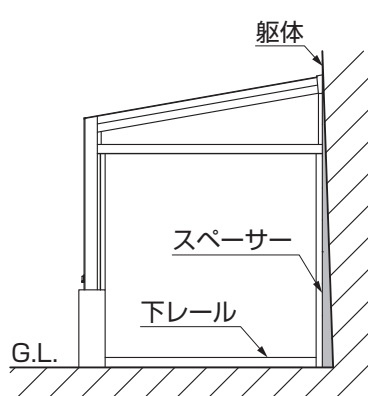
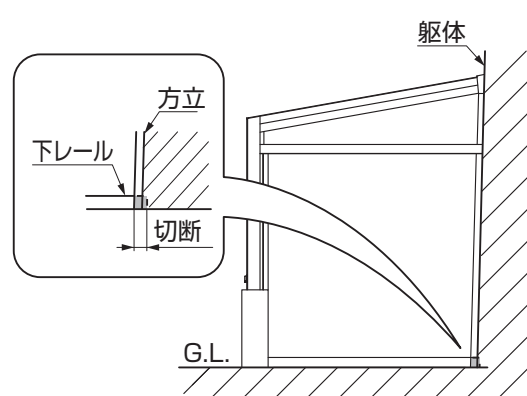

図4-19
図4-20
- 図4-20のように躯体の状態によっては、下レールを切断しないと位置が合わない場合があります。逆に図4-19のように方立と躯体の間にスペーサーを入れないと位置が合わない場合もあります。